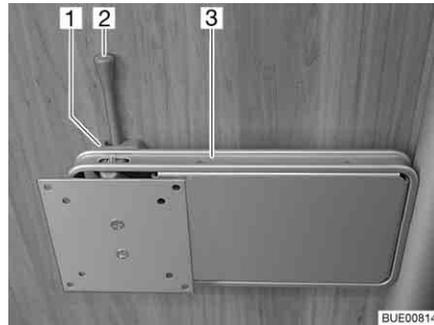

Fig. 71 Supporto su colonna
- Spingere di lato la leva di sbloccaggio (Fig. 71,2) e ruotare il supporto (Fig. 71,3) con lo schermo piatto nella posizione desiderata.
- Riportare indietro lo schermo piatto finché il supporto (Fig. 71,3) non si innesta nel bloccaggio (Fig. 71,1).